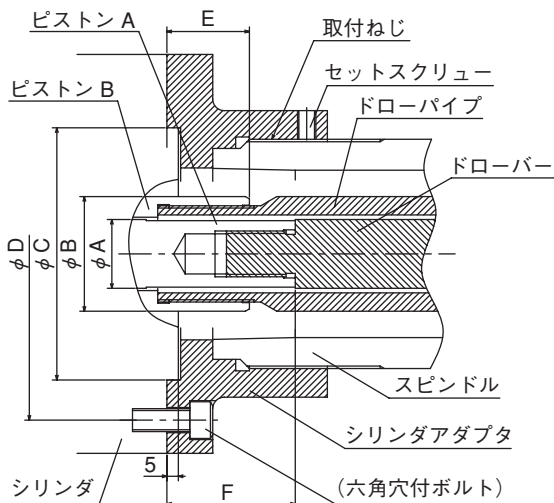

図9 シリンダアダプタ取付部
- シリンダは旋盤スピンドル支持部にできるだけ接近させてください。シリンダアダプタの取付方法及び振れの測定方法を一例として図示します。(図9、表9)